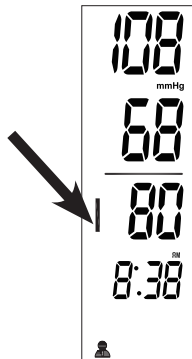

Fig. 3
- Cuando la medición esté completa, el brazalete se desinflará automáticamente, y los resultados de la medición de su presión arterial y lectura del pulso aparecerán en la pantalla al mismo tiempo, Fig 3.
- Las barras del indicador de hipertensión indicarán el rango de su lectura en el lado izquierdo de la pantalla, Fig. 3. Consulte en la página 57 la información para interpretar los resultados del indicador de hipertensión.